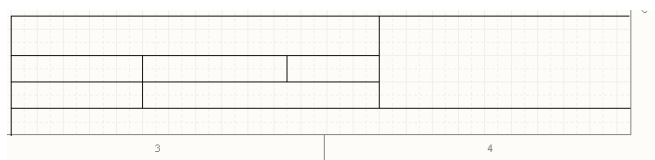

图 2.59 绘制的标题栏边框
(6) 单击工具栏中的绘图工具按钮, 在弹出的工具面板中选择绘制直线工具按钮, 按键盘上的“Tab”键, 打开直线属性编辑对话框, 然后设置直线的颜色为黑色。
(7) 在图纸的右下角绘制如图 2.59 所示的标题栏边框。